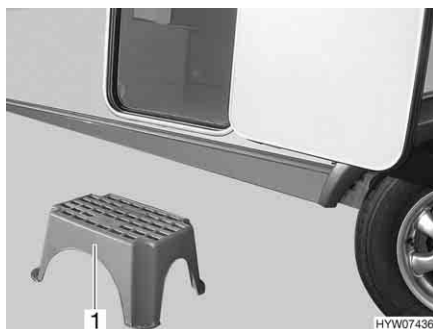

Fig. 12 Scalino di ingresso (non fissato all'interno)
- Collocare lo scalino di ingresso (Fig. 12,1) davanti all'entrata del caravan.